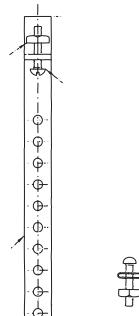

图 1
2. 有两种类型的绑扎带, 如图1的单排孔类型或者如图2的自带成型弧度的用于放置感温包的三排孔类型。